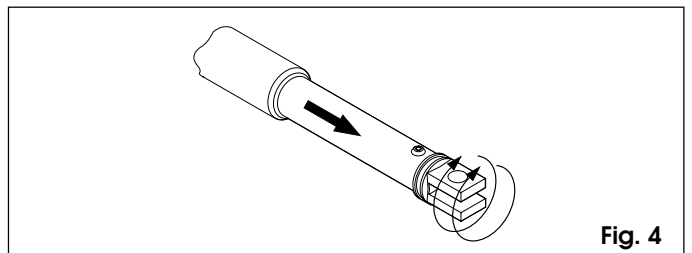

Fig. 4
- 4) Saque completamente el vástago, hasta el tope (fig. 4).
- 6) Déle dos vueltas hacia la derecha al vástago del operador (fig. 4).